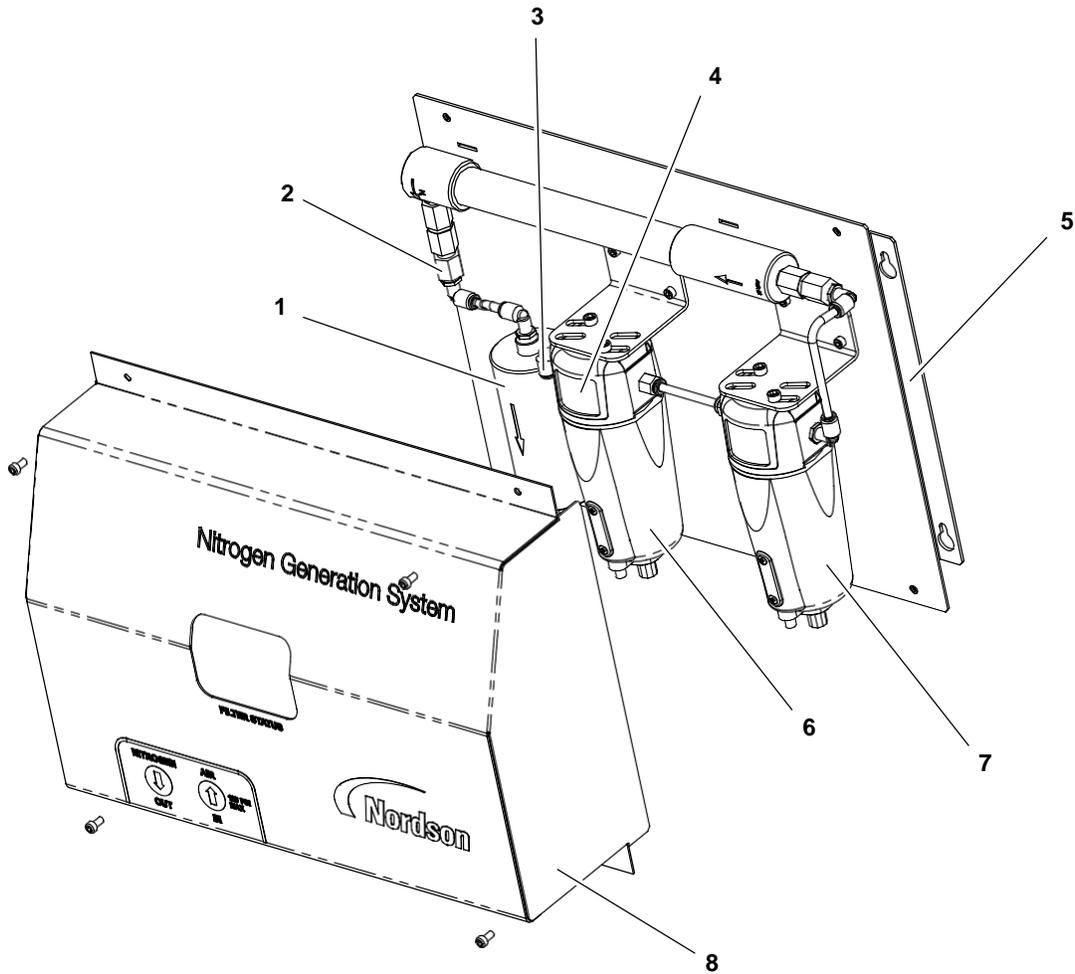

Figura 2 Componentes Chave do Gerador de Nitrogênio
2. Ver a Figura 2. Remover a proteção (item 8) tirando os quatro parafusos que a mantêm.